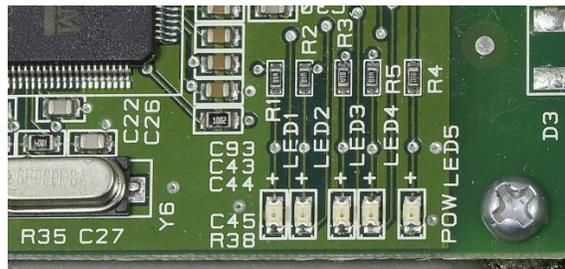

Figura 3-35: Localização de LEDs de dados do ACM500 (topo) e detalhe (base)
6. Monitore os LEDs na placa principal ACM500 como mostrado na Figura 3-35. Se o ACM500 estiver devidamente conectado e o IND500x/IND560x estiver programado corretamente, os LEDs piscarão.